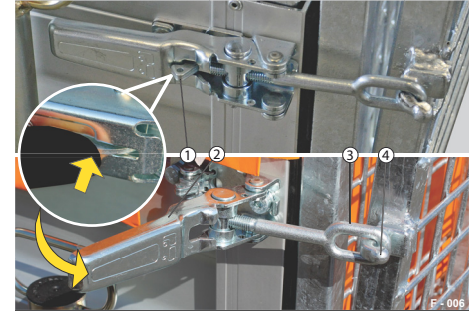

Abb. 10 Überfahrwandverschluss
- ▶ Schnappsicherung (Abb. 10/1) eindrücken.
- ▶ Schnellspannhebel (Abb. 10/2) aufziehen und die Öse (Abb. 10/3) vom Haken (Abb. 10/4) lösen.